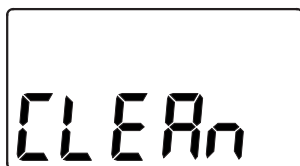

FIG. 30
- **Le voyant clignote, ainsi que le mot « CLEAN » (nettoyage) clignotant dans l'affichage** (consultez la figure 30) - Quatre mois se sont écoulés sur la minuterie depuis la mise en marche ou la dernière réinitialisation de l'appareil.